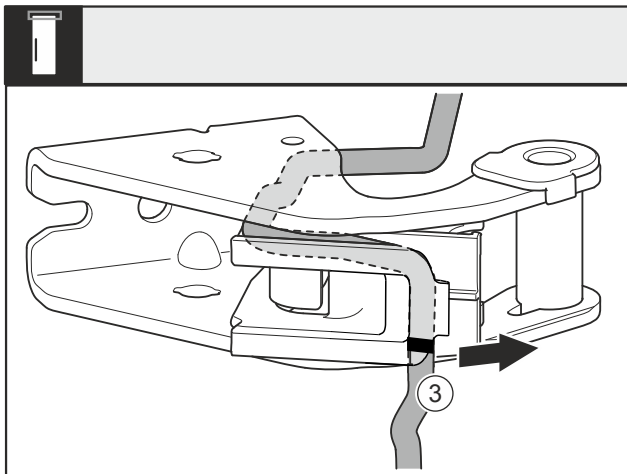

Fig. 31
- Demontējiet kabeļi ar kabeļa stiprinājumu Fig. 31 (3) no gultņa balsta.